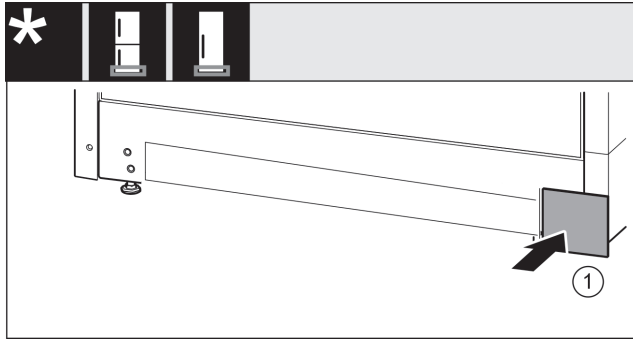

Fig. 16
- Sett dekselet Fig. 16 (1) tilbake på den andre siden.